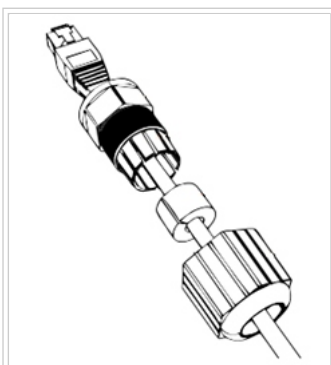

Fig. 3 - Enhebrado de prensacable
- En caso de fijación a caño enhebrar la abrazadera incluida con el equipo en las ranuras (R) del soporte y ajustar la abrazadera al caño.
- En caso de fijación a muro se sustituye la fijación con abrazadera por dos tornillos con taco Fischer en las posiciones (B).
- Verificar que el soporte quede horizontal y colocar el equipo en el soporte calzando nuevamente las trabas (C) y ajustar el tornillo (A).
- Retirar el tapón (T) que protege el jack RJ-45 del equipo, enhebrar el prensacables en el cable FTP (Fig. 3), armar la ficha, conectarla al equipo, enroscar el prensacables en el equipo y ajustarlo sobre el cable. Es fundamental verificar que todas las uniones queden estancas.